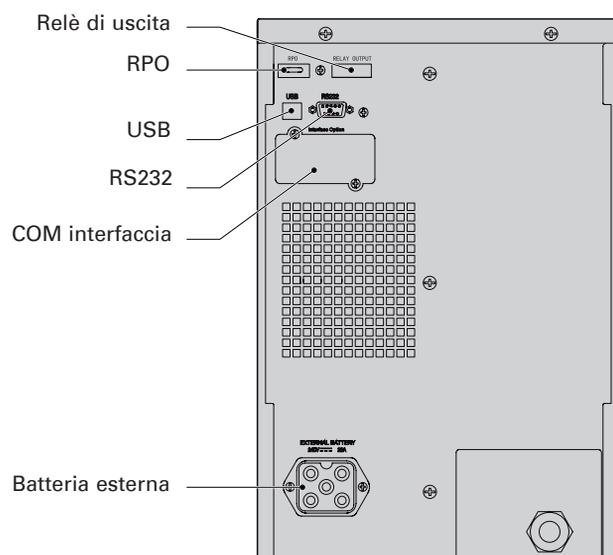

Figura 21. Opzioni di comunicazione e Terminali di controllo.
Per informazioni dettagliate, consultare *Figura 21* e la sezione che segue: "Opzioni di comunicazione".
Per stabilire la comunicazione tra l'UPS e il computer, collegare il computer a una delle porte di comunicazione dell'UPS utilizzando un cavo di comunicazione adatto (non fornito). Per la collocazione delle porte di comunicazione, vedere *Figura 21*.
Per l'individuazione dello scomparto di comunicazione, vedere *Figura 21* a pagina 21.
**Collegamento e verifica controllo remoto** (vedere Figura 21 a pagina 21 per la posizione dell'RPO)
L'UPS incorpora tre uscite a relè programmabili con contatti liberi per le indicazioni di allarme a distanza: una porta relè standard e due uscite nella porta di comunicazione RS-232. Per l'individuazione delle porte, vedere Figura 21 a pagina 21. Possono essere messe a disposizione altre quattro uscite a relè con la compatibile Scheda Relay Interface.
L'UPS include quattro ingressi segnale programmabili: un ingresso RS-232, due ingressi per schede di connessione e un ingresso terminale RPO. Vedere *Figura 21* a pagina 21 per individuare la posizione delle porte. Configurare gli ingressi con le impostazioni di "Ingressi segnale" nelle "Impostazioni dell'utente" a pagina 15.